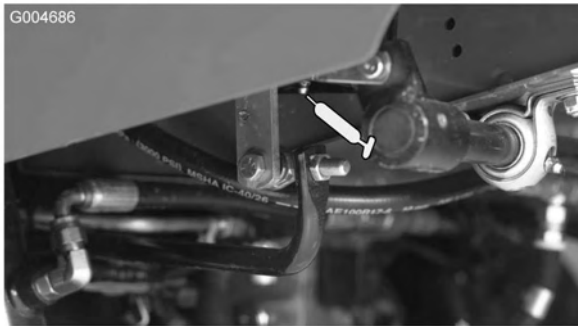

Bild 34
- Fahrpedal-Drehbüchse (1) (Bild 34)